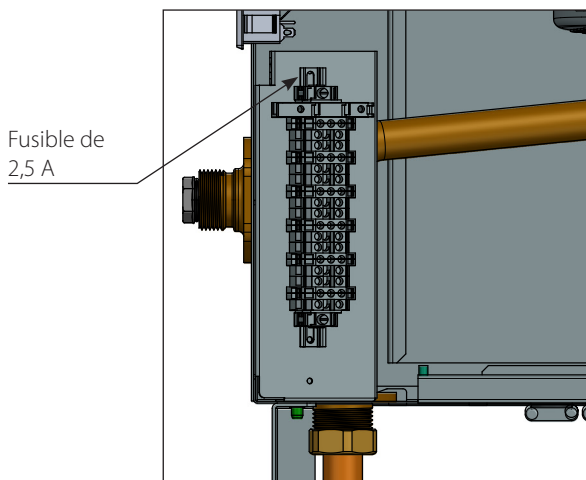

Fig. 31 - Emplacement de la barrette de raccordement
- Un fusible de 2,5 A est aussi situé sur la barrette de raccordement, pour protéger la sortie. Consultez la *Fig. 31*.
1. Raccordez un service 120 V CA/15 A dédié aux bornes de tension de ligne situées à l'intérieur, dans le coin inférieur gauche, comme l'illustre la Fig. 31 ci-dessous.
2. Raccordez le câblage du diffuseur CH1 et CH2 aux bornes de tension de ligne situées à l'intérieur, dans le coin inférieur gauche, comme illustré à la Fig. 31 à gauche. Ce diffuseur est habituellement utilisé pour fournir de la chaleur à la boucle de chauffage des pièces/ chauffage central.
3. Raccordez le câblage du diffuseur ECS aux bornes de tension de ligne situées à l'intérieur, dans le coin inférieur gauche, comme l'illustre la Fig. 31 à gauche. Ce diffuseur est habituellement utilisé pour fournir de la chaleur au chauffe-eau indirect.
4. La pompe de la chaudière est câblée en usine à la borne de tension de ligne, comme illustré à la Fig. 31 à gauche.